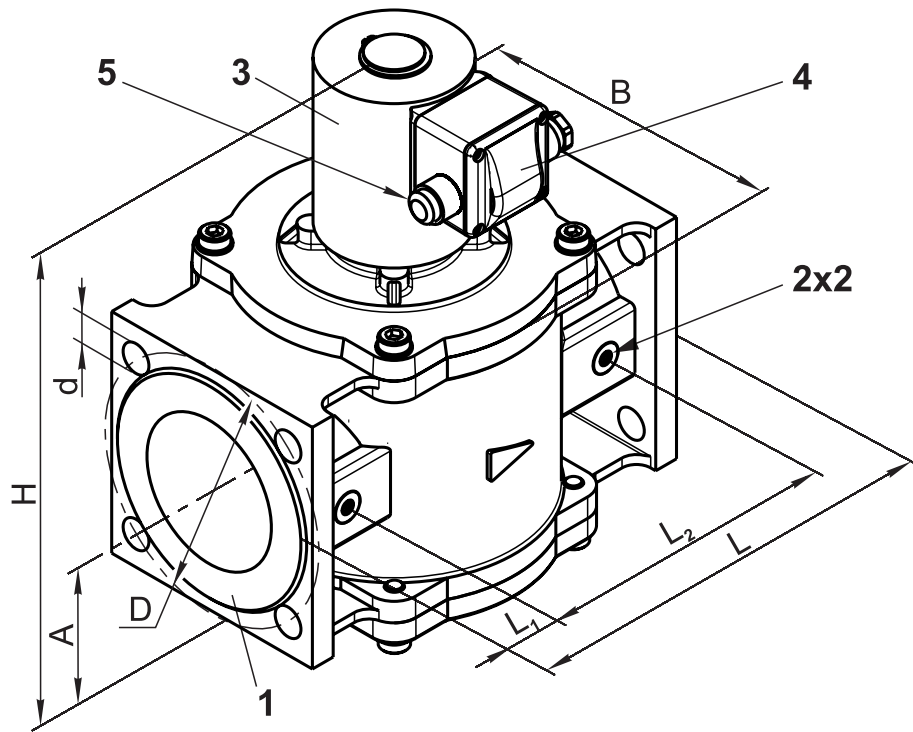

Рис. 1
2.1 Клапан (см. рис. 1) состоит из следующих основных узлов и деталей:
4.3.2 Подвод электропитания к клапану осуществляется с помощью клеммной коробки 4, закрепленной на корпусе электромагнитной катушки 3 (рис. 1).